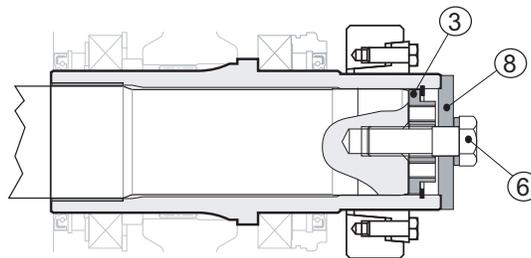

Fig. 25
svitare il dado della barra filettata (pos. 4) e rimuovere quest'ultima dalla sua sede. Sostituire la barra (pos. 4) con la vite (pos. 6), serrandola a fondo, applicando una forza come da Tabella 4: Coppie di serraggio (pag. 19), utilizzando inoltre un frenafili medio. Per il serraggio del calettatore vedere il capitolo Montaggio con calettatore (pag. 23) (vedi Fig. 25 (pag. 30)).